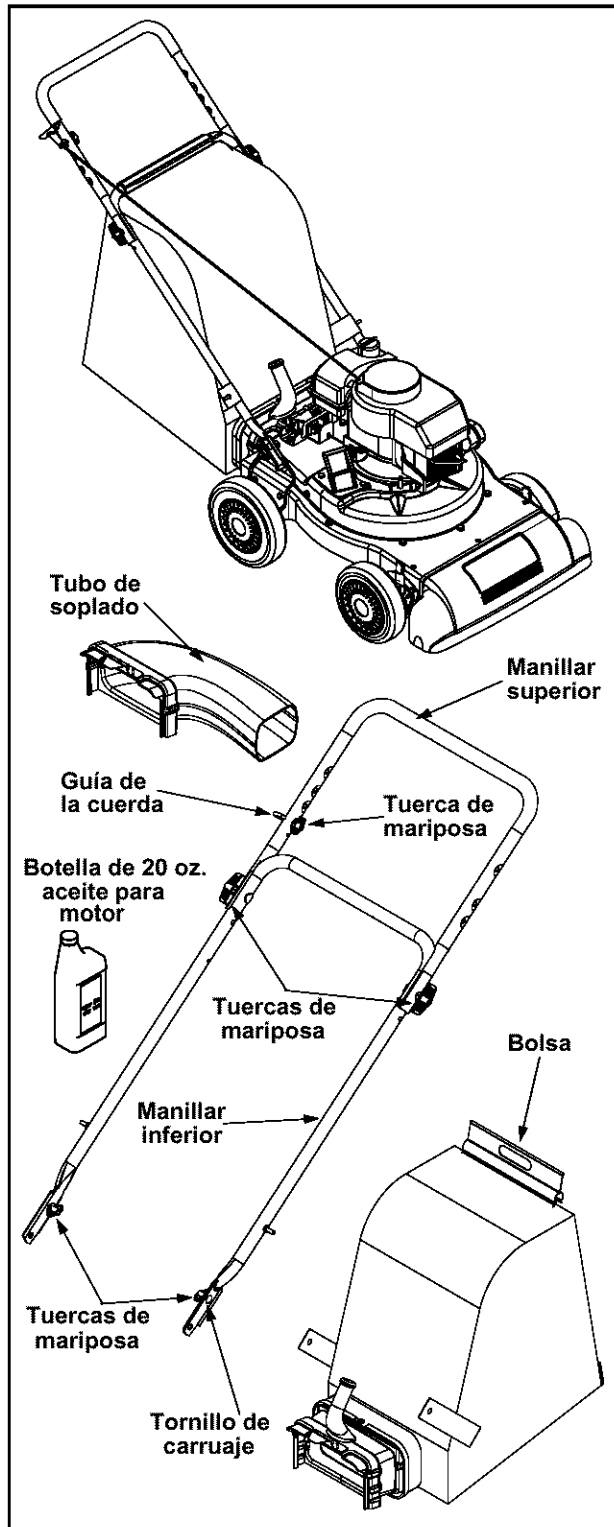

Figura 1
NOTE: Para determinar los lados derecho e izquierdo de la aspiradora para jardines, situarse detrás de la máquina, en posición de manejarla. Ver la figura 1.
La aspiradora para jardines fue armada en la fábrica, con la excepción del manillar, recolector y tubo de soplado. Estos componentes se envían sueltos en la caja de cartón. En la caja también se incluyen anteojos de seguridad y una botella de 20 onzas de aceite para motor. Ver la figura 1.
Ver la figura 1
- Plegar el manillar superior hasta que quede alineado con el manillar inferior. Ver la figura 1.